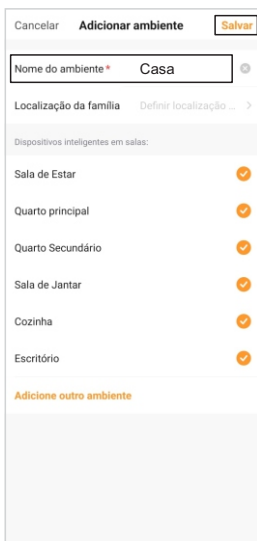
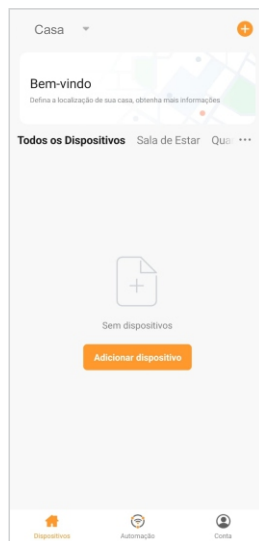

Figura 4
Figura 5
3. Defina um nome para o ambiente e então clique em **“Salvar”**(figura 4) da próxima página. Pronto! O seu novo ambiente está criado, agora basta adicionarmos a fechadura ao novo ambiente (figura 5) da próxima página.